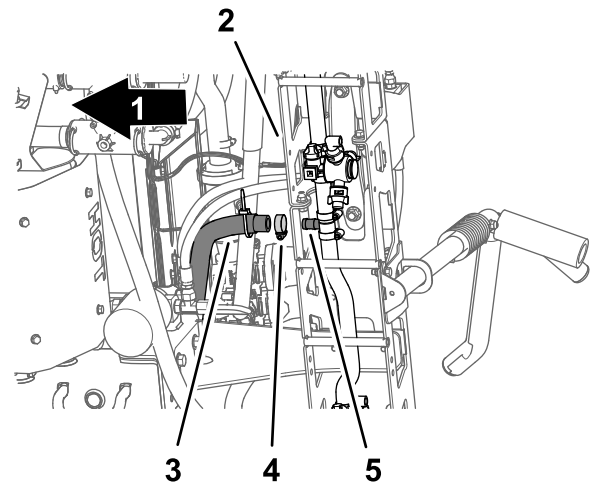

Figura 36
5. Debajo de la sección de fumigación central, retire la abrazadera que sujeta la manguera de suministro de la sección de fumigación central al acoplamiento en T dentado (Figura 36).